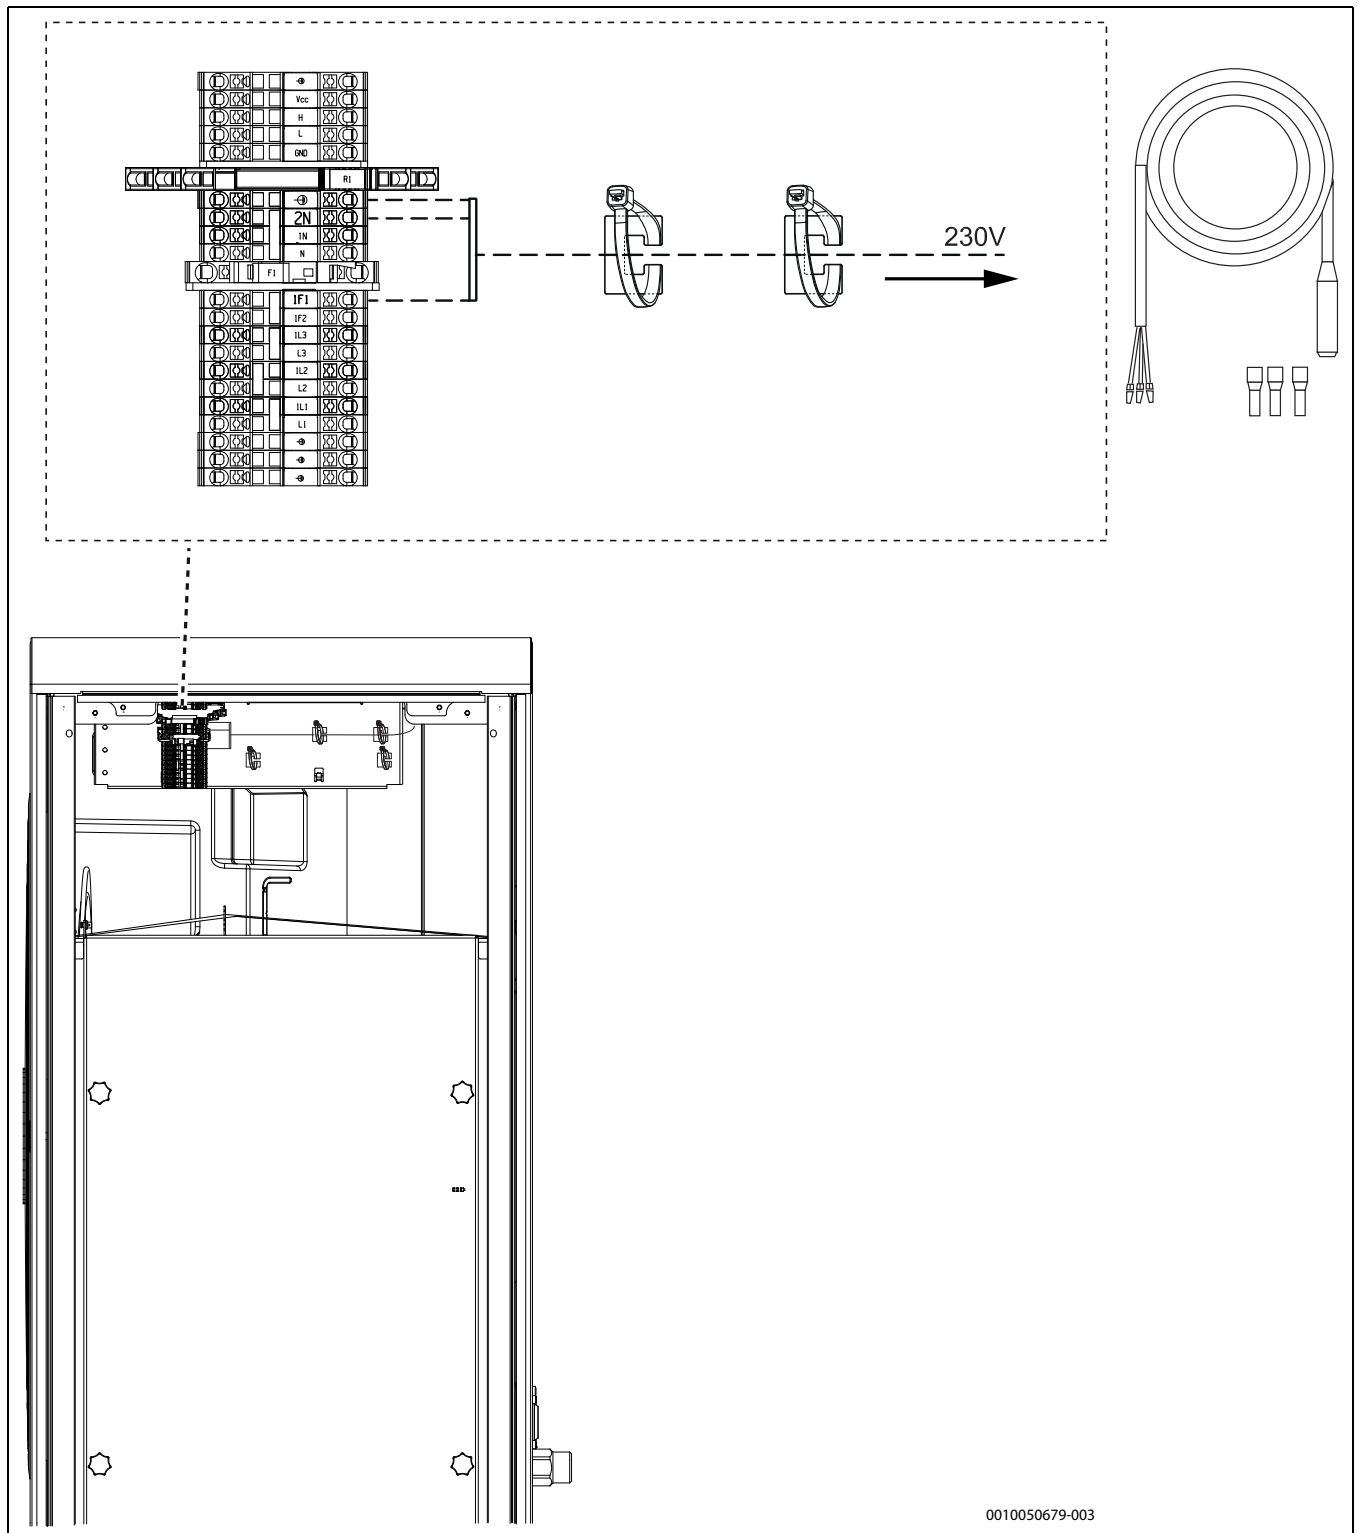

Bild 35 Heizkabelanschluss (Zubehör)
- ▶ Kabel entsprechend → Abbildung 35 anschließen.